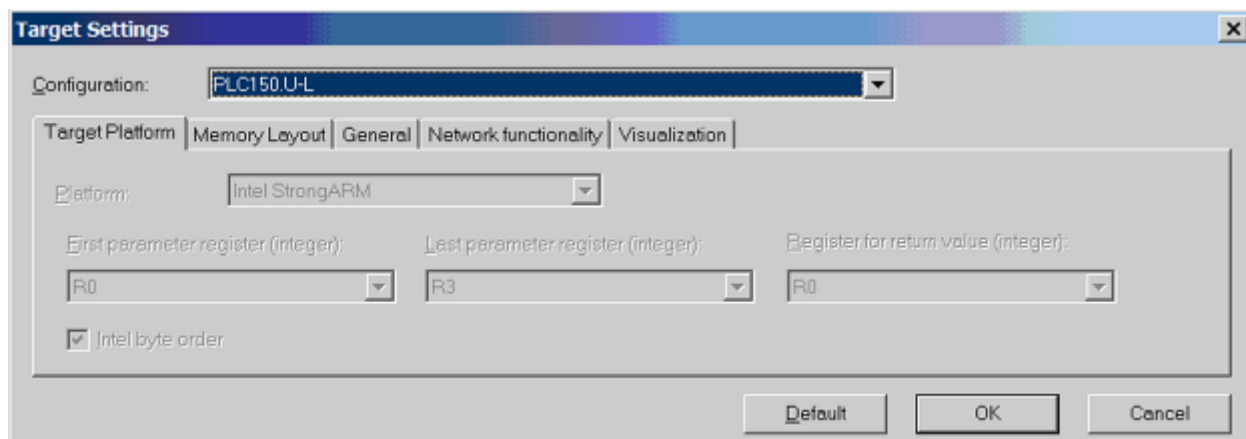

Рис. 3.2. Окно Target Settings. Выбор контроллера
– в окне **Target Settings** выберите из списка используемый в системе контроллер, например **PLC150.U-L**, нажмите OK (Рис. 3.2)